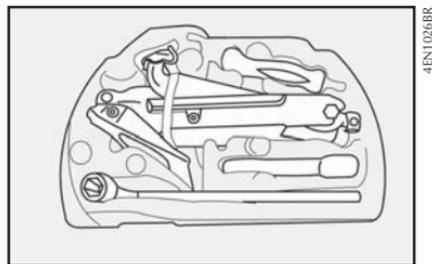

fig. 31
- Guardar as ferramentas utilizadas nos lugares específicos nos suportes **fig. 31**;